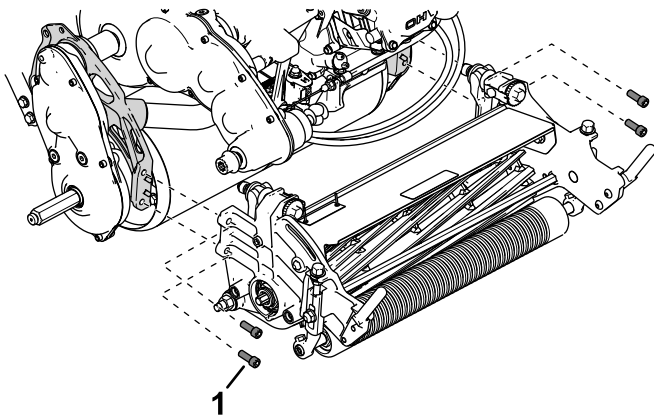

Figure 49
- Retirez les vis à tête creuse qui fixent l'unité de coupe au cadre (Figure 49).